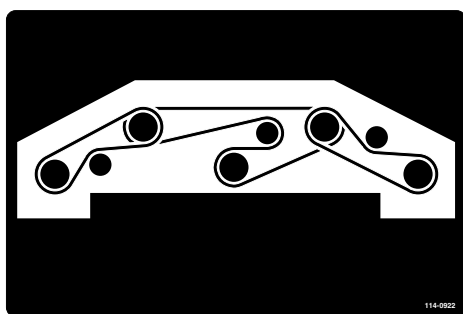

図 83
6. 図のように、スピンドル・プーリとアイドラ・プーリに新しいベルトを回しかける（図 83）。